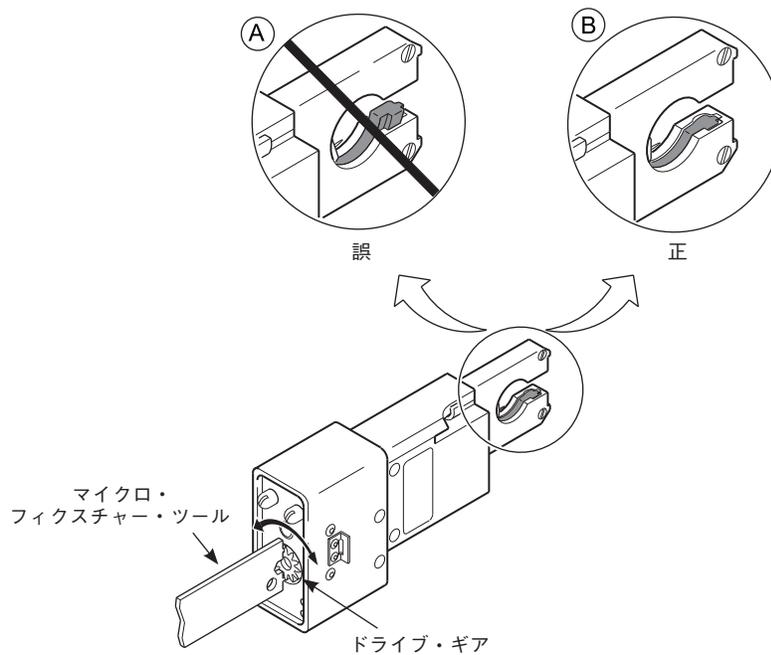
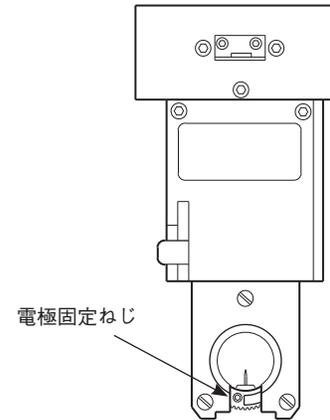

図4：手動によるローター調整
図8：電極固定ねじの位置
1. マイクロ・フィクスチャー・ツールを使用して、マイクロ・ウェルド・ヘッドの底部にあるウェルド・ヘッド・ドライブ・ギアをまわし、ローター開口部とウェルド・ヘッド・ハウジング開口部の位置合わせを行います。ローターの誤った位置合わせ/正しい位置合わせにつきましては、図4 (A) および (B) をご参照ください。
3. 手でローター・ドライブ・ギアをまわし (図4)、電極固定ねじを露出させます (図8)。